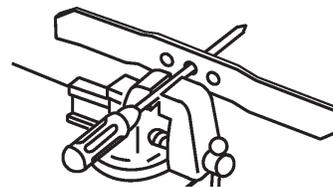

Figure 24
1. Vérifiez l'équilibre de la lame en enfilant le trou central sur un clou ou la tige d'un tournevis serré horizontalement dans un étau (Fig. 24).